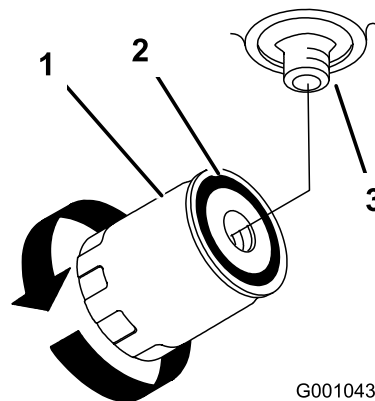

Figura 94
- Aplique una capa fina a la junta de goma del filtro nuevo (Figura 94).
- Llene el depósito hidráulico con fluido hidráulico hasta que éste rebose por encima del filtro, gire el filtro de fluido en sentido horario hasta que la junta de goma entre en contacto con el adaptador del filtro, luego apriete el filtro media vuelta más (Figura 94).